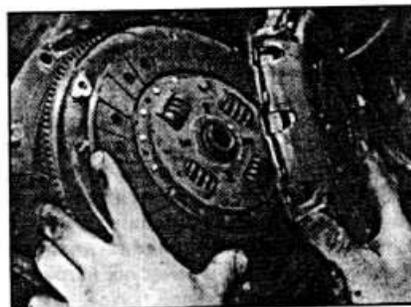

Рис. 6.9. Снятие ведущей части сцепления.
- Снимите ведущую часть сцепления с направляющих штифтов (см. рис. 6.9).